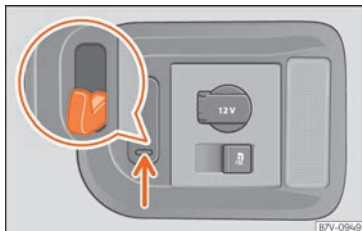

Fig. 150 Dans le coffre à bagages : crochets pour sacs.
Vous trouverez à droite du coffre à bagages des crochets basculants pour pendre des sacs » » **fig. 150**.
- Tirez les crochets pour sacs vers le bas » » **fig. 150** (flèche) et rabattez-les.